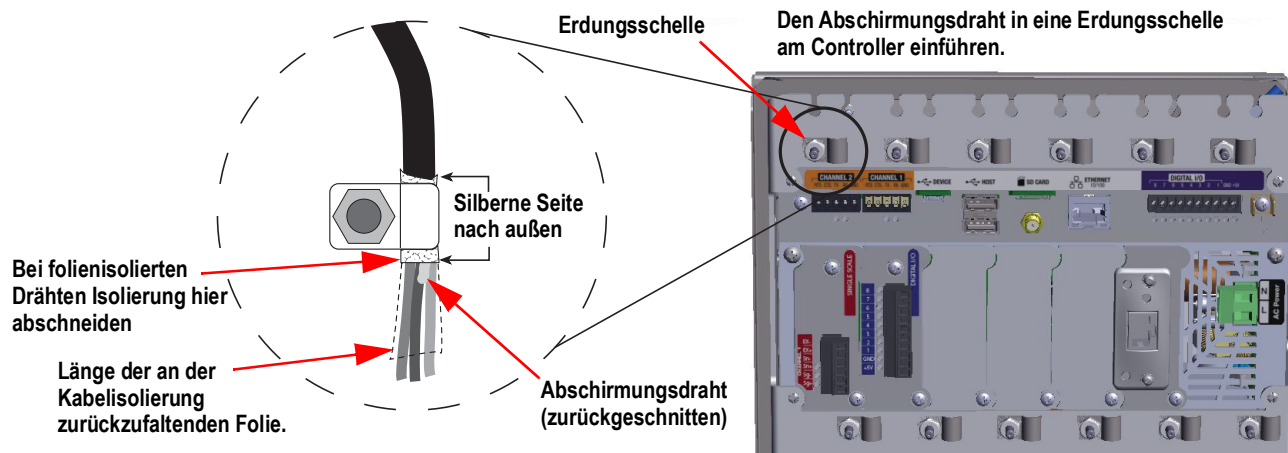

Abbildung 2-28. 1280-Erdungsschelle und -bolzen auf dem Schalttafelgehäuse abgebildet
3. Schneiden bzw. falten Sie Schirmdraht und Folienisolierung wie in Abbildung 2-28 gezeigt.